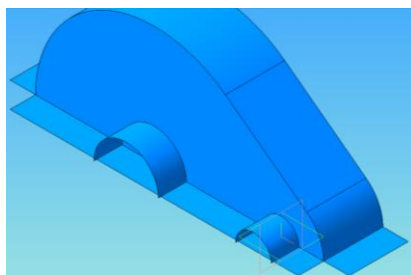

Рис.7 – Видавлювання поверхні фланця кришки редуктора
9. Виконати операцію видавлювання поверхні фланця кришки редуктора на 30 мм, виділивши відповідне ребро і вказавши напрямок видавлювання за ребром поверхні приливу. Аналогічно видавити поверхні фланцю з протилежних боків кришки (Рис.7).